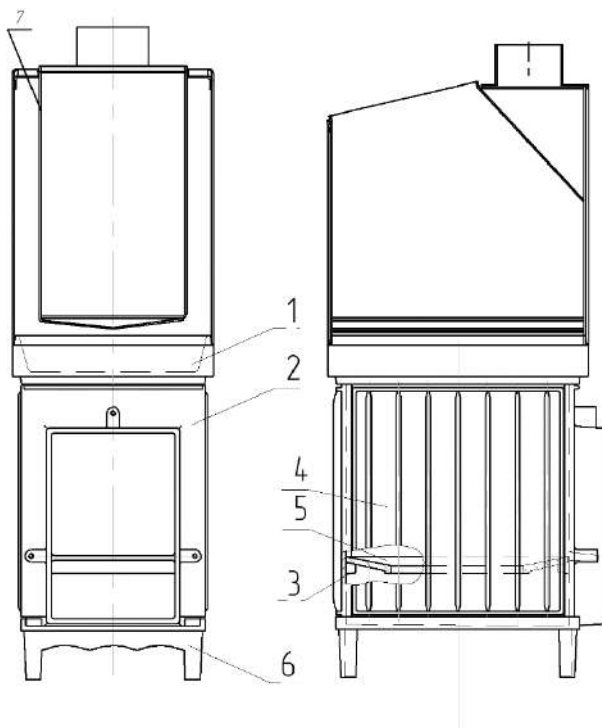

Рис. 2 Устройство печи «Сударушка Руса Семейная» без декоративно-защитного ограждения и топочного тоннеля.
1.4.2 Конструкция печей Сударушка Руса Семейная представлены на рис. 2,3.
- поз.1 рис.2- Крышка
- поз.2 рис.2.-Стенка передняя
- поз.3 рис.2.-Стенка задняя
- поз.4 рис.2.-Панель боковая
- поз.5 рис.2.-Колосник
- поз.6 рис.2.-Основание
К передней стенке топочного агрегата пристыкован комбинированный топочный тоннель (на рис.2 не показан). На крышке топочного агрегата размещена емкость для камней поз.7 рис.2., выполненная из жаропрочной нержавеющей стали толщ.3,0 мм